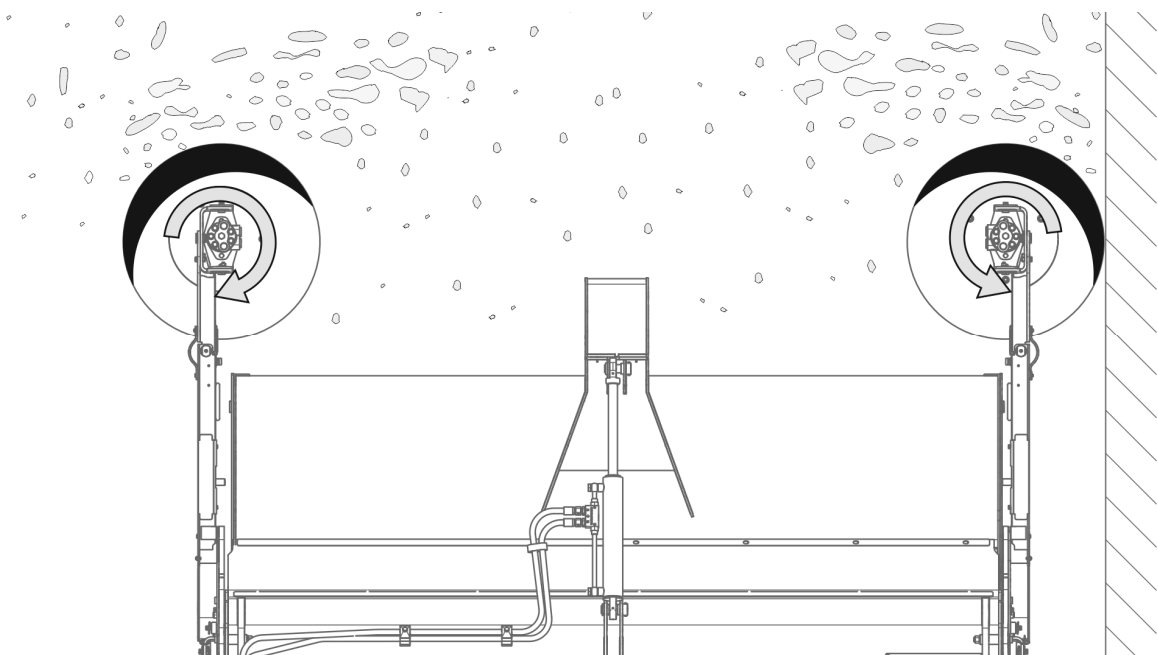
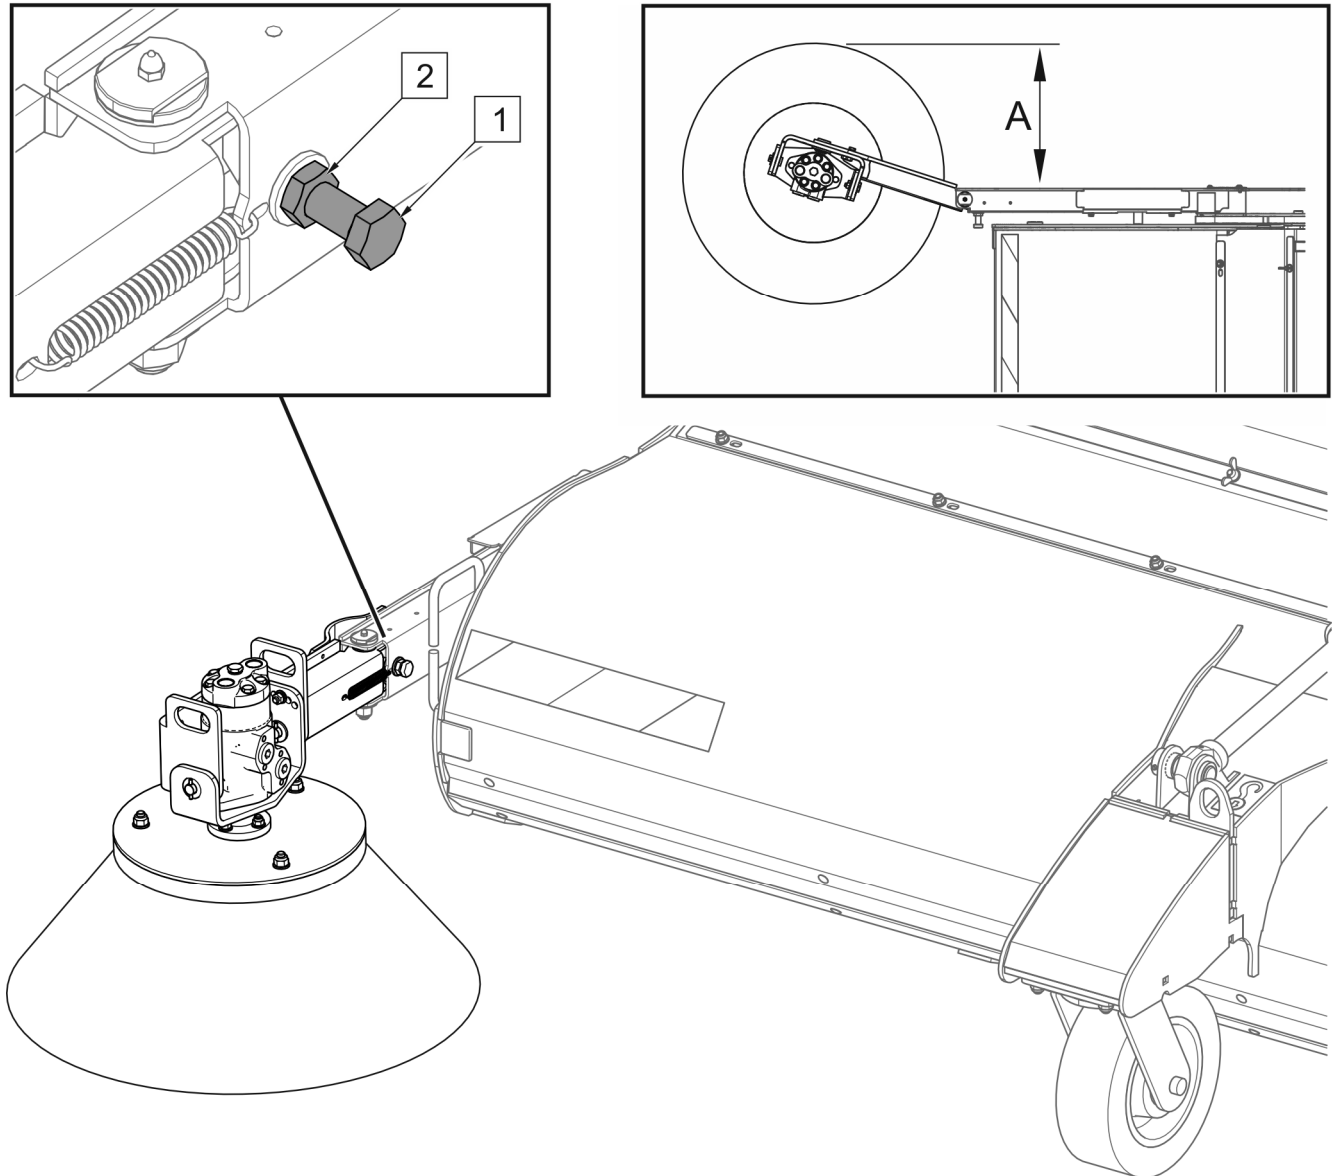

ABBILDUNG 5.2 Schema für eine korrekte Einstellung der Seitenbürste
ABBILDUNG 5.6 Einstellung der seitlichen Neigung
Eine korrekt eingestellte Seitenbürste sollte den Boden nur teilweise berühren, so dass der Schmutz zur Mitte der Maschine, vor die Kehrwalze, geleitet wird. Die richtige Einstellung des Anpressdrucks der Bürsten ist auf dem Schaubild (ABBILDUNG 5.2) dunkel dargestellt.
Für die richtige Einstellung der Seitenbürste (ABBILDUNG 5.6 ABBILDUNG 5.2) sind die folgenden Parameter wichtig:
- Einstellung der seitlichen Neigung (ABBILDUNG 5.6)
(1) - Schraube des Begrenzers; (2) - Kontermutter; (A) = 320 mm
Wenn die Kehrmaschine angehoben wird, klappt der Arm der Seitenbürste aufgrund der Zugfeder nach innen in die Maschine und die Seitenbürste schwenkt während des Betriebs nach außen (ABBILDUNG 5.6). Bei richtiger Einstellung sollte die Seitenbürste über den Umriss der Maschine hinaus auf einen Abstand von $A = 320$ mm (bei unbenutzter Seitenbürste), gemessen vom Bürstenrand bis zum Arm, ausschwenken. Der Bereich der horizontalen Bewegung der Seitenbürste wird durch eine Schraube (1), die mit einer Kontermutter (2) gesichert ist, begrenzt.